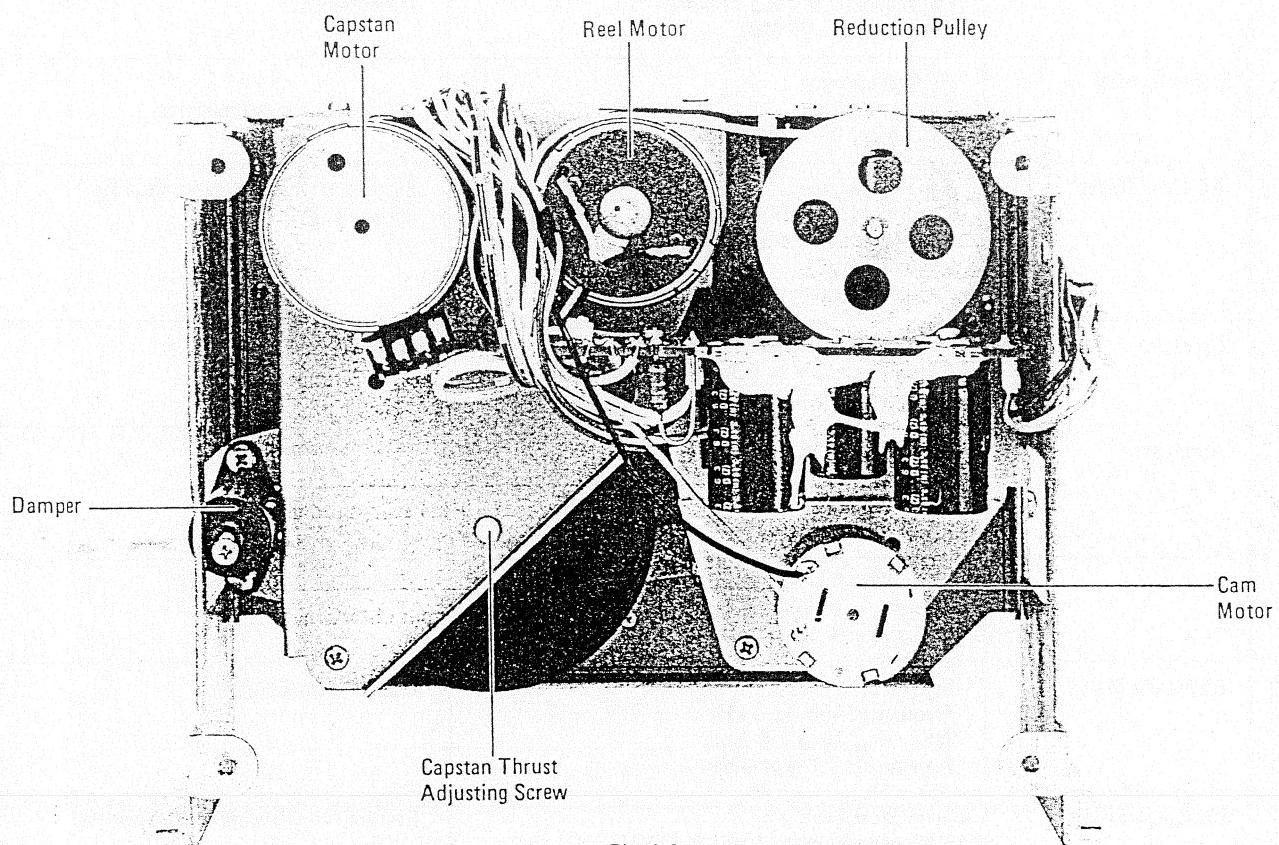

Fig. 3-3
- Turn the thrust adjusting screw so that thrust of the capstan shaft is from 0.1 mm to 0.25 mm. For thrust adjusting screw location, see Fig. 3-3.
- Turn the reduction pulley (see Fig. 3-3) with your hand to check whether the head base exceeds the lowest position adjusted above or not.
- キャブスタン・シャフトのスラストが0.1mm～0.25mmになるようにスラスト調整ネジ(図3-3参照)を回す。
- 減速ブーリ(図3-3参照)を手で回転させ、ヘッド・ベースが上記の調整位置よりさらに下へくるかどうか確認する。